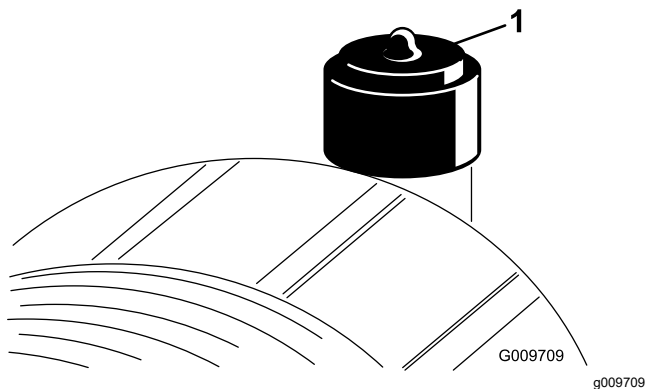

Figure 82
Faites l'entretien du filtre à air uniquement quand l'indicateur de colmatage (Figure 82) indique que cela est nécessaire. Ne remplacez pas le filtre à air plus fréquemment que nécessaire ; cela ne fait qu'accroître le risque de contamination du moteur par des impuretés quand le filtre est déposé.
2. Réarmez l'indicateur de colmatage (Figure 82) s'il est rouge.